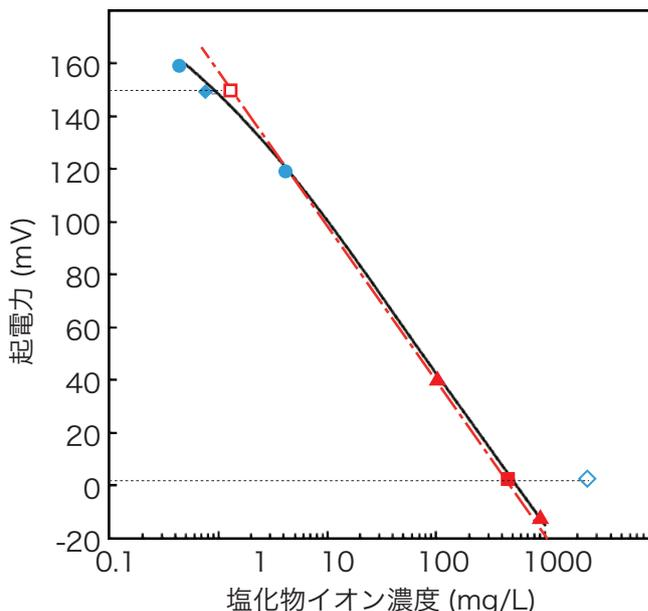

図1 イオン濃度と電位の関係
水溶液中の測定対象イオン濃度を定量する分析方法の一つにイオン電極法がある。イオン電極を用いたイオン測定を行う際、前準備として校正が必要である。校正とは少なくとも2種の既知濃度の測定対象イオンを含有する水溶液（標準液）を用いて、あらかじめ各標準液のイオン濃度における応答電位を測定して図1の点線または1点鎖線で示すような検量線を作成する操作である。校正は測定誤差を小さくする（精度よく測定する）ために測定サンプルの測定値近傍のイオン濃度の標準液を準備し、測定サンプルの測定値を挟み込むように校正することが一般的である。本テクニカルノートでは複合型塩化物イオン電極 6560S-10C を使用し、測定サンプルの測定値を挟み込むように校正した場合と、挟み込まない校正をした場合における測定値への影響について紹介する。
表1に評価内容①、②の校正後の各サンプル測定結果を示した。図1に評価内容①の低濃度校正 (0.5 と 5 mg/L:●) における検量線 (破線)、評価内容②の高濃度校正 (100 と 1000 mg/L:▲) における検量線 (1点鎖線) および各検量線を用いた測定点 (表1、図1の点参照) を示した。黒線は塩化物イオン電極の塩化物イオン濃度に対する電位応答の推定挙動を示す。この電位応答挙動は 5 mg/L を下回る付近から電位応答を曲がり始め、直線では無くなる。そのため、低濃度校正における検量線 (破線) は高濃度側で、高濃度校正における検量線 (1点鎖線) は低濃度側で黒線で示す塩化物イオン電極の塩化物イオン濃度に対する電位応答挙動よりズレが大きくなるため、サンプルの測定値を挟み込まない校正をした場合の測定値は大きな誤差が生じる要因となった。